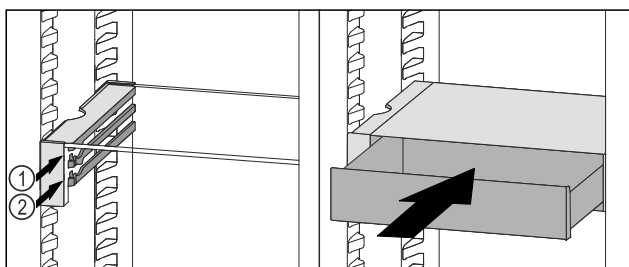

Fig. 136
- ▶ Nasadte zásuvku VarioSafe za zarážky na požadovaném žebře Fig. 136 (1) nebo Fig. 136 (2).